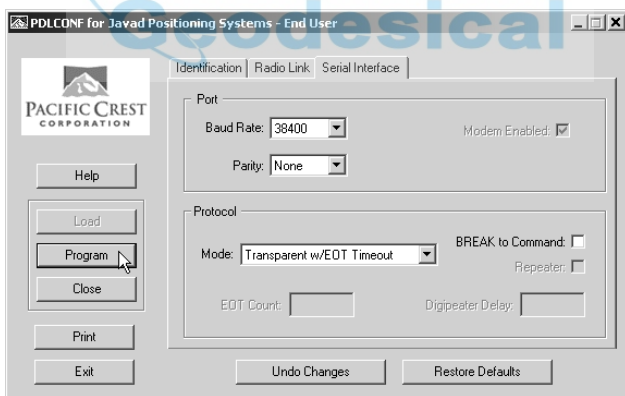

Figura 2-33. PDL – Hacer clic en Program
12. Si realizó cambios, haga clic en el botón **Program** del lado izquierdo de la pantalla para guardarlos en la memoria del módem (Figura 2-33).